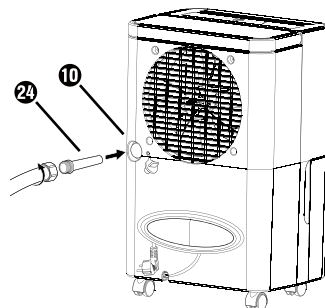

Abb. 5
- ◆ Schrauben Sie, bei Verwendung des EU-Gartenschlauchadapters ㉔, einen Gartenschlauch auf den EU-Gartenschlauchadapter ㉔ (siehe Abbildung 5).